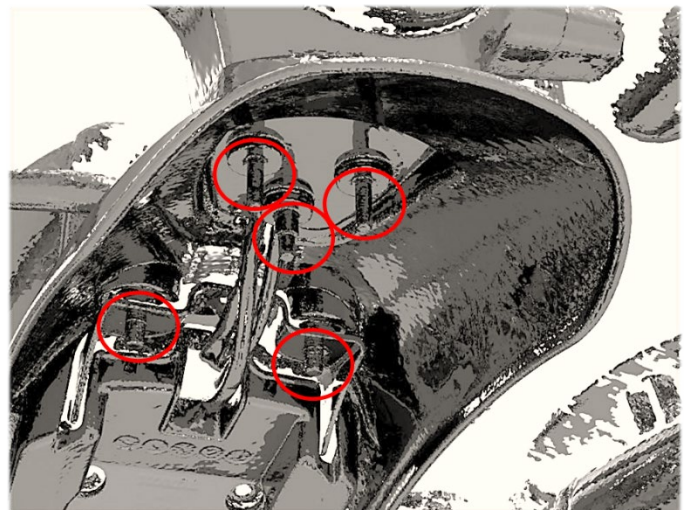

Abbildung 2
5. Nachdem der original Kennzeichenhalter abmontiert wurde, sehen Sie die 5 Gewindebolzen an der Unterseite des hinteren Schutzbleches (**Abbildung 2**).